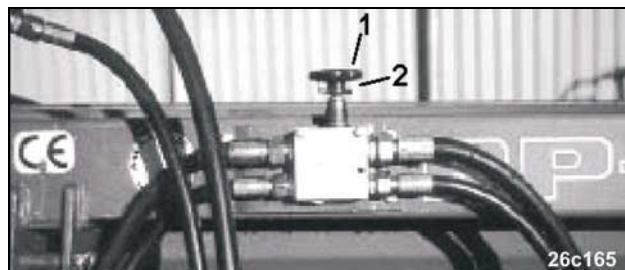
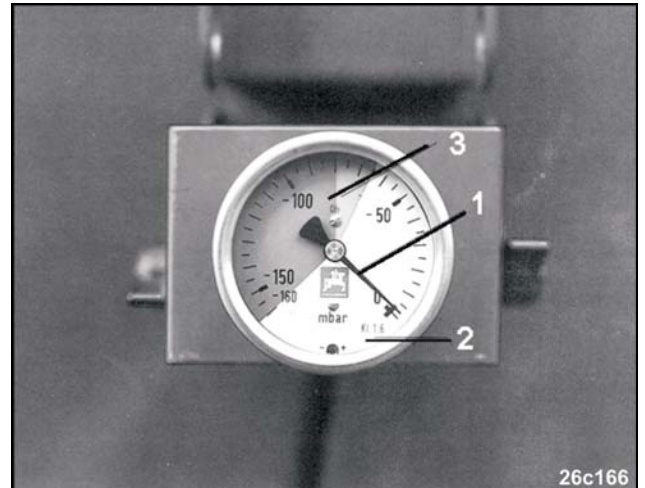

Fig. 169
Fig. 170
- het toerental waarmee de turbine wordt aangedreven, dat met handwiel (Fig. 169/1) op het drukregelventiel wordt ingesteld
- het instelwiel (Fig. 169/1) zover verdraaien tot de wijzer (Fig. 170/1) van de manometer (Fig. 170/2) in het groene gebied (Fig. 170/3) staat.
- deze instelling van het handwiel met de contra-moer (Fig. 170/2) borgen.